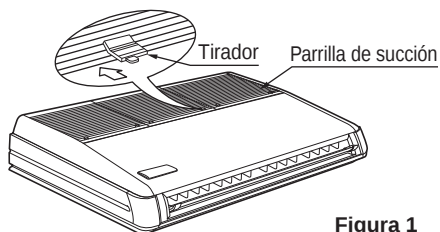

Figura 1
- Deslice los tiradores de seguro (x2) en el interior de la parrilla de succión (en la dirección de las flechas) y levante hacia arriba. **(Vea la Figura 1)**